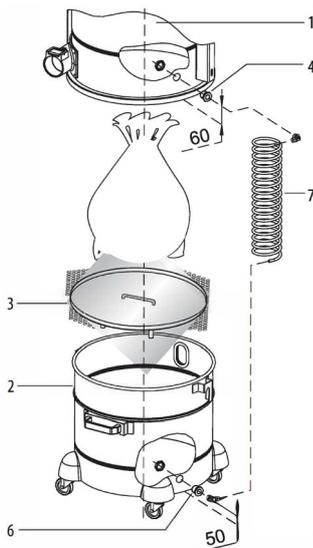

Abb. 10: Einsetzen des Filterbeutels
Schritt 2: Prüfen Sie, durch Sicht des Schauglasses (Abb.10,14) ob die maximale Kapazität des Schmutzbehälters erreicht ist.